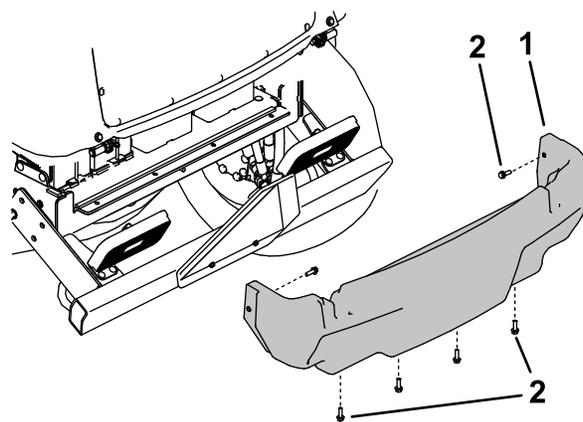

図 109
5. 後シュラウドをフレームに固定しているフランジねじ 6 本を外して後シュラウドを外す 図 109。
4. 後シュラウドを取り付ける 図 109。